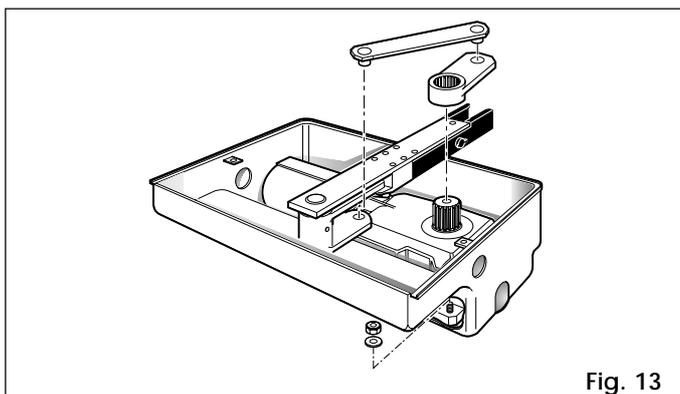

Fig. 13
- 2) Colocar el actuador sobre los tornillos de fijación situados en la superficie de la caja de soporte, y fijarlo con las tuercas y arandelas que se incluyen en el suministro (fig. 13).
- 3) Cerrar manualmente la cancela y montar las varillas de transmisión como se muestra en la fig. 13.